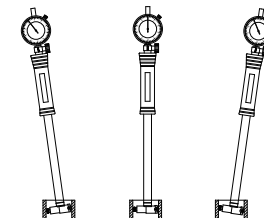

fig.1
(3)Defina o zero (como o anel de ajuste do calibrador, por exemplo): Insira o calibrador de furo no anel de ajuste e balance o calibrador de furo (fig.1) para encontrar o "ponto de giro" do ponteiro. Solte o parafuso de travamento da moldura e gire a moldura para que a "linha zero" coincida com o "ponto de giro" e, em seguida, aperte o parafuso de travamento da moldura. Balance o medidor de furo várias vezes para garantir que a "linha zero" coincida com o "ponto de giro".